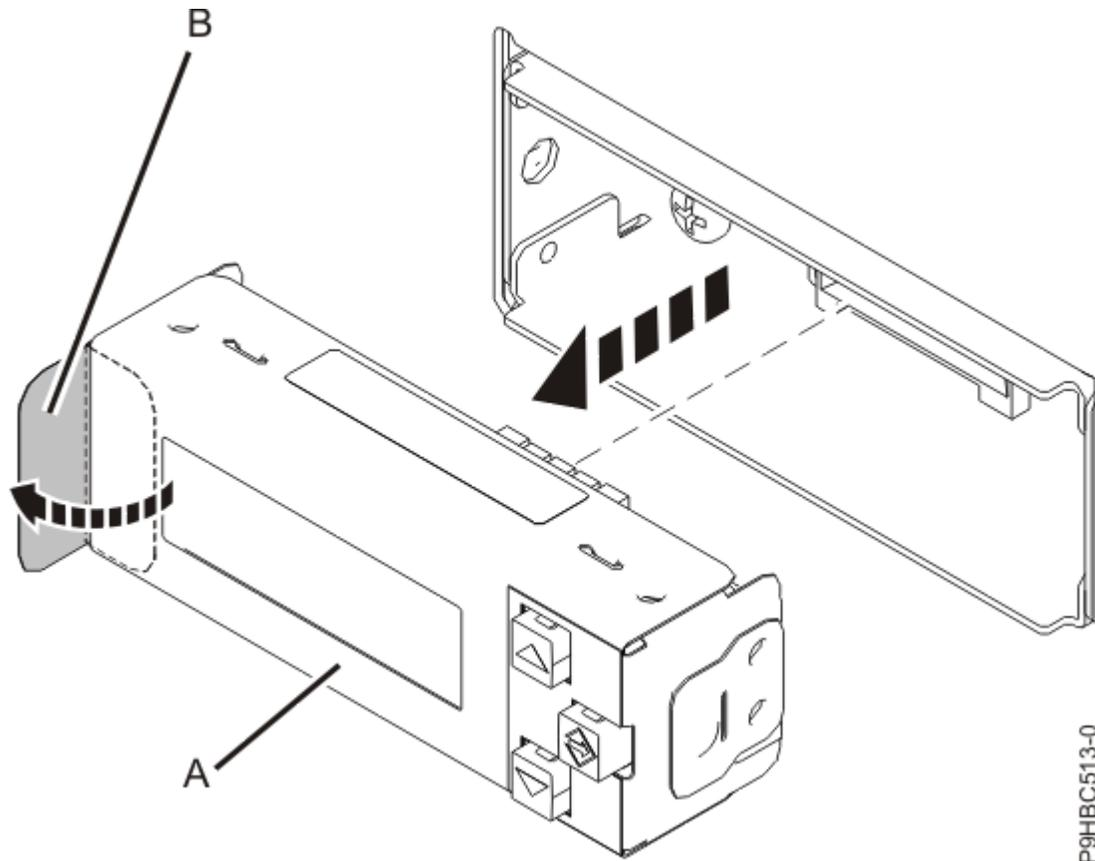

Figura 42. Extracción de la pantalla del panel de control
2. Extraiga la pantalla del panel de control **(A)** extrayendo la pestaña **(B)**, tal como se muestra en la Figura 42 en la página 44.